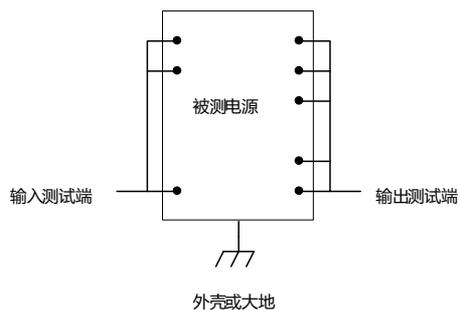

图 12 抗电强度测试接线
1) 抗电强度测试前需要将被测电源输入所有引脚短接，输出所有引脚短接，再进行测量。否则可能损坏电源。参见图 12。图中引脚仅为示意，不表示具体引脚数量。